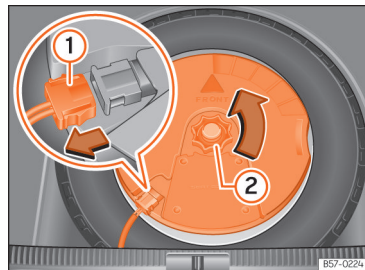

Fig. 236 Al maleter: desmuntar el subwoofer.
- Desconnecteu el cable de l'altaveu subwoofer » fig. 236 ①.
- Gireu la rodeta de fixació en sentit contrari a les agulles del rellotge » fig. 236 ②.